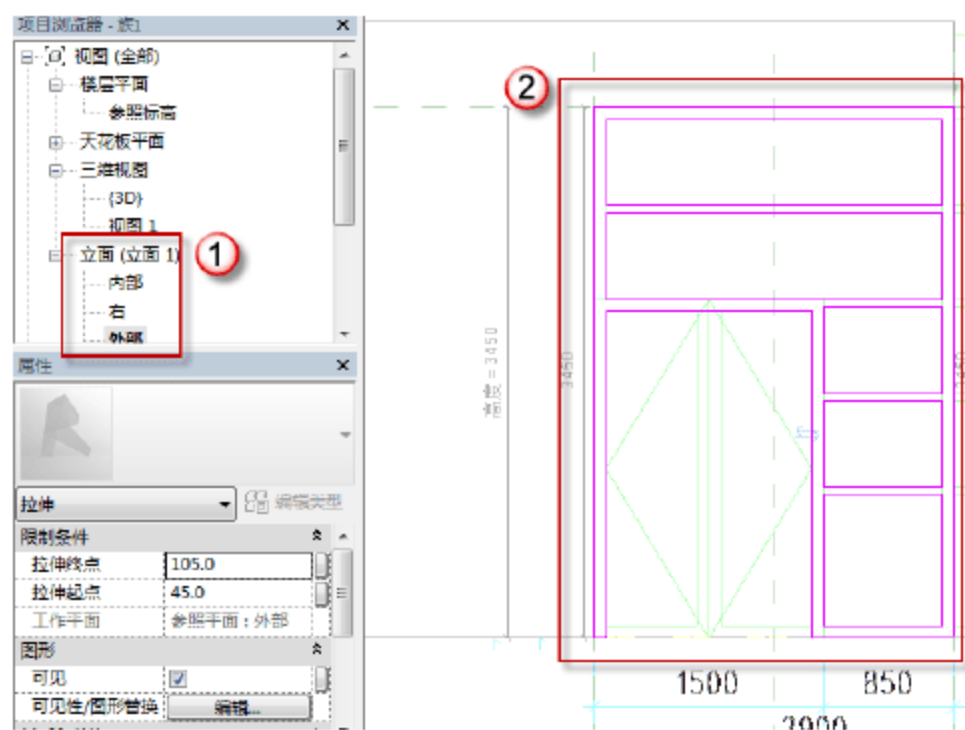
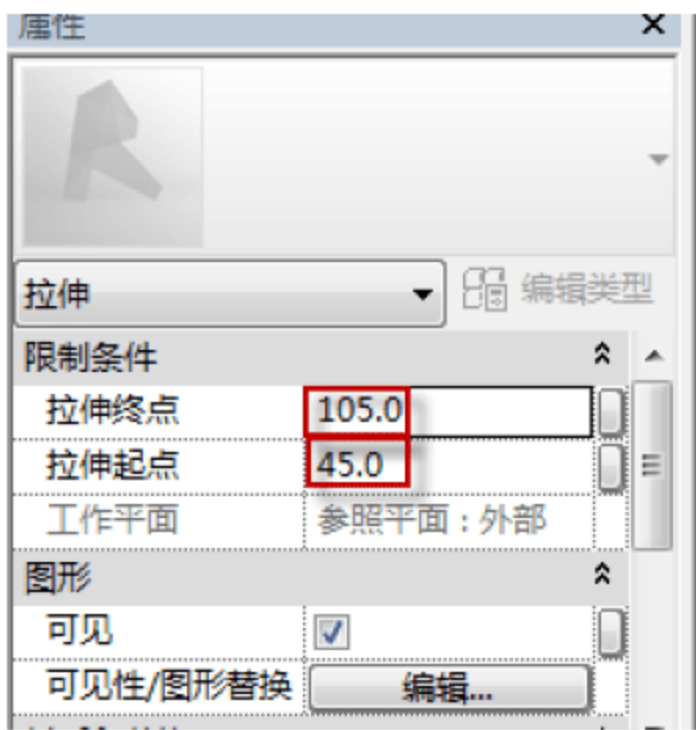

图 6.3.53 绘制门框拉伸
图 6.3.54 修改门框的位置及厚度
(13) 绘制 MC2934 门框。选择“创建”→“拉伸”命令，进入“修改 | 编辑拉伸”界面，用菜单中的绘制工具绘制门框，如图 6.3.53 所示。修改 MC2934 门框的位置及厚度，在“属性”面板中，在“拉伸终点”中输入“105”字样，在“拉伸起点”中输入“45”字样。完成后单击√按钮，完成绘制，如图 6.3.54 所示。